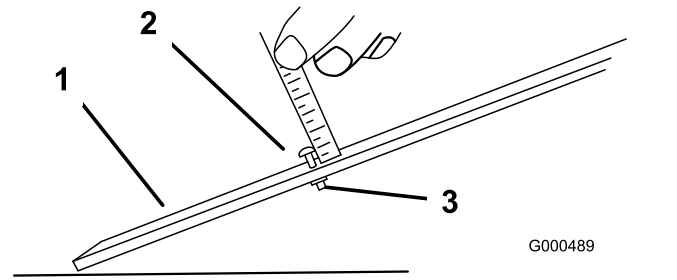

Figura 10
2. Afloje la tuerca de la barra de ajuste y ajuste el tornillo para la altura de corte deseada (Figura 10).